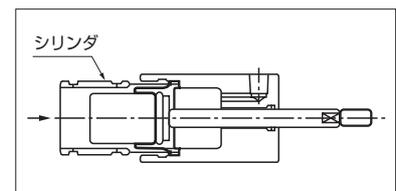

Fig.25
- ⑤ 内部シリンダをボンネットFとBFダイヤフラムFの環状U山外周部の環状すき間に挿入し、BFダイヤフラムFのビード部へ当たるまでゆっくり、かつ、滑らす様に押し込む。(Fig.25)